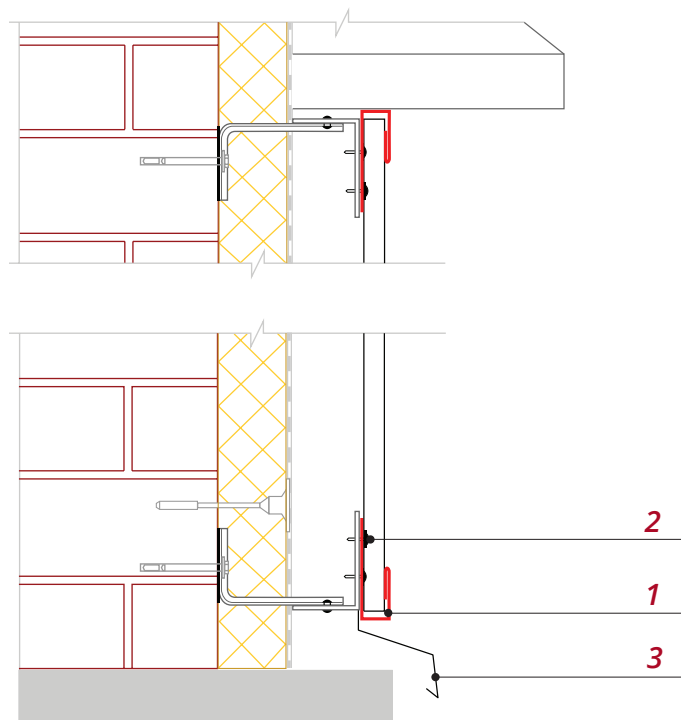

Рис. 4
■ Установите J-профиль **1** по нижней линии облицовки фасада, по уровню, строго горизонтально (рис. 4). Закрепите планку саморезами **2**. Если предусмотрен цокольный отлив **3**, установите его до монтажа планки.
1. Используется J-профиль (рис. 4).